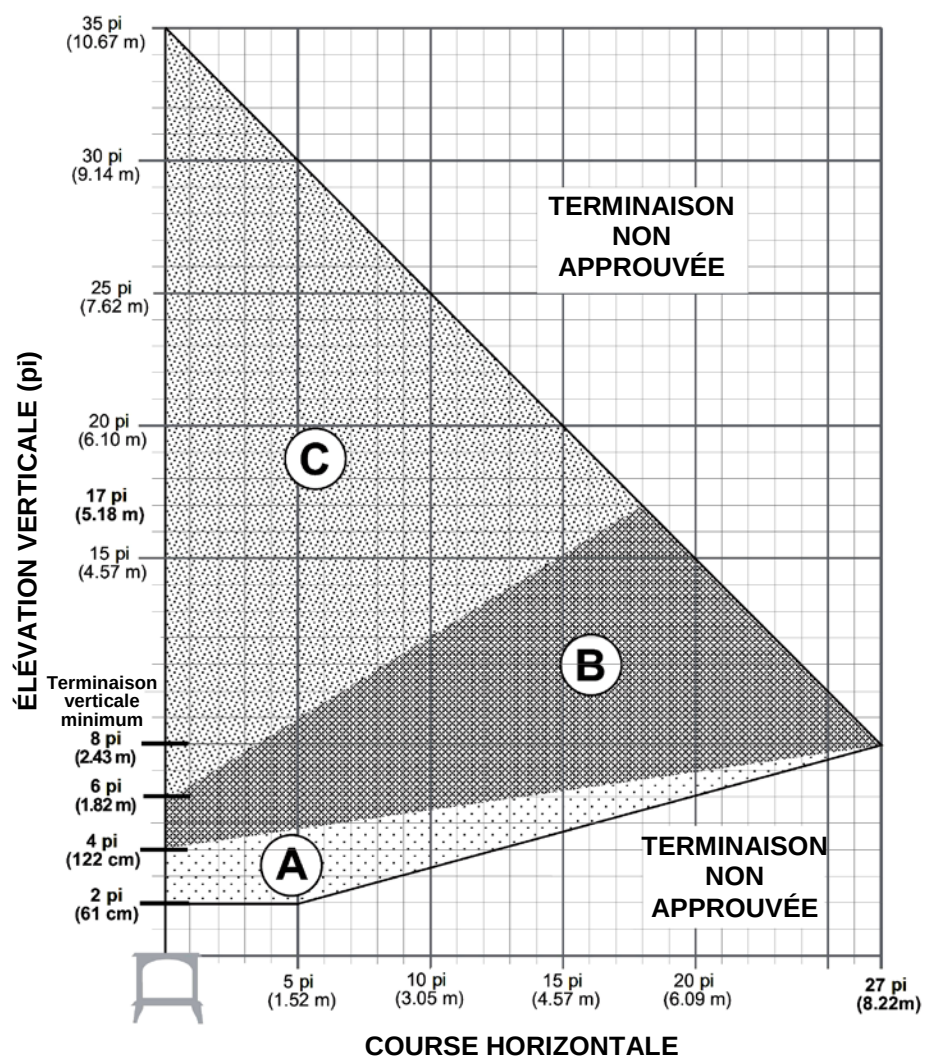

Figure 15. Diagramme des zones de terminaison d'évacuation (gaz naturel / gaz propane).
Le restricteur d'évacuation est une plaque ajustable située dans la sortie d'évacuation de la chambre de combustion. Pour l'ajuster, pivoter le cadran de réglage à l'arrière du poêle, entre sa position préréglée à 100% ouvert (aucune restriction) et sa position la plus fermée (restriction max.). Voir fig. 14. Sur le cadran de réglage du restricteur, les signes (+) et (-) indiquent une plus ou moins forte restriction, de 0% à env. 70%. Les positions «A, B, C» font référence aux zones de terminaison du diagramme d'évacuation (Figure 15). Utilisez ce diagramme pour déterminer le degré de restriction et le réglage d'obturateurs que vous devriez utiliser.
1. Utiliser le diagramme des terminaisons (Fig. 15) pour déterminer quel réglage de position utiliser.
- **AJUSTEZ LE RESTRICTEUR D'ÉVACUATION À LA POSITION SELON LA ZONE DE TERMINAISON D'ÉVACUATION DU DIAGRAMME (Fig. 15). Si la terminaison d'évacuation aboutit vis-à-vis une limite (ligne) de zone, utiliser la position la moins restrictive. Par exemple, si la terminaison a 10 pi (Vertical) et 7 pi (Horizontal), régler le restricteur à la Position B (et non C).**
Les lettres encadrées du diagramme des terminaisons d'évacuation correspondent au réglage du restricteur d'évacuation du poêle. Déterminez d'abord quelle zone de terminaison d'évacuation correspond à votre installation, puis ajustez la plaque de restriction à la position correspondante montrée à la figure 15.
- La terminaison d'évacuation doit aboutir à l'intérieur des zones ombrées du diagramme d'évacuation de la figure 15 (page 11).
- Toute terminaison d'évacuation horizontale doit se situer à l'intérieur de la portion ombrée du diagramme d'évacuation de la figure 15.